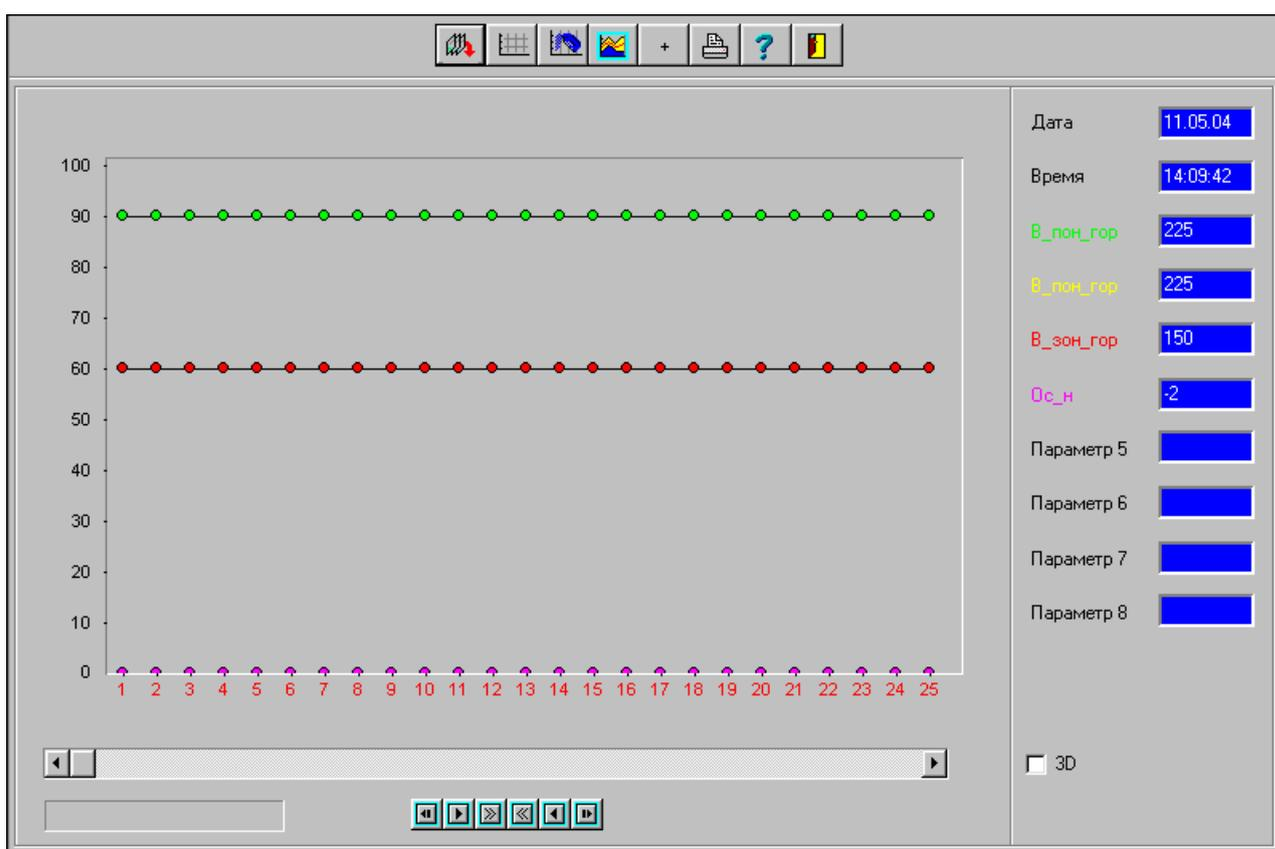

Рисунок 58 - Форма открытия архивного файла
Тренды	Активизирует форму просмотра архивного файла в виде трендов, рисунок 58
2.9.2.1 Для активизации формы просмотра параметров архивных файлов в виде трендов щелкните кнопкой манипулятора «мышь» по кнопке «Тренды», в соответствии с таблицей 18, расположенной на форме «Архивные файлы». Форма, рисунок 58, активизируется лишь в случае открытого архивного файла и выбранного объекта для просмотра.
- при необходимости пользуйтесь кнопками, расположенными в нижней части формы рисунок 58, для установки курсора базы в начало файла, в конец файла и просмотр точек графика слева направо или справа налево.